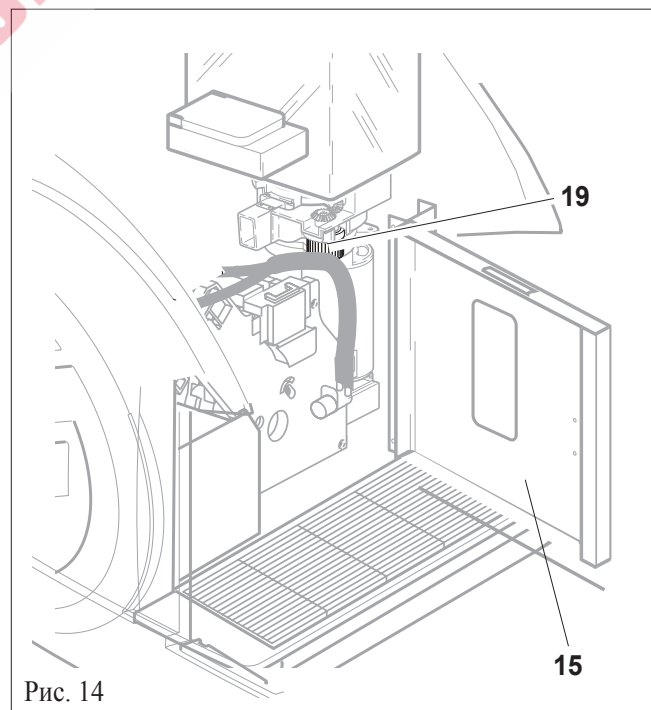

Рис. 14
! Не поворачивайте регулятор помола (19 - Рис. 14) против часовой стрелки до упора. Это может привести к блокировке кофемолки.
- ¥ Откройте дверь (15 - Рис. 14) и вращайте регулятор (19 - Рис. 14) против часовой стрелки для получения более мелкого помола и по часовой стрелке для получения более грубого помола.